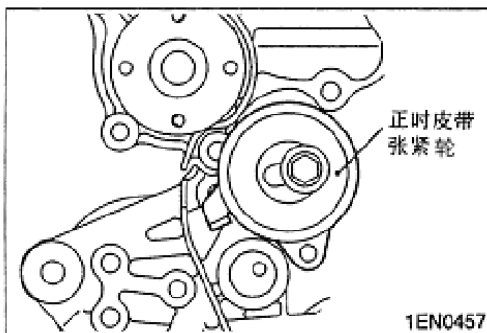

图 3-9
(2) 正时皮带涨紧器、涨紧器弹簧的安装
- 将正时皮带涨紧器锁定在图 3-9 所示位置。